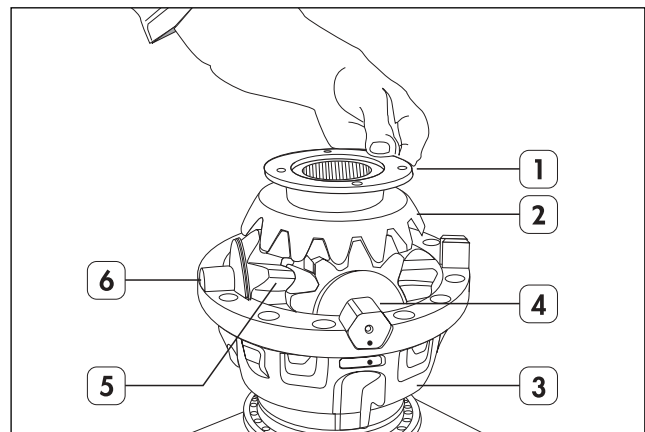

Fig. 25
3. Montar en la semicaja (3) la cruceta (6) completa de los satélites (5) y sus arandelas de apoyo lateral (4).
4. Colocar el segundo planetario (2) y la relativa arandela (1) de apoyo lateral. (Fig. 25)